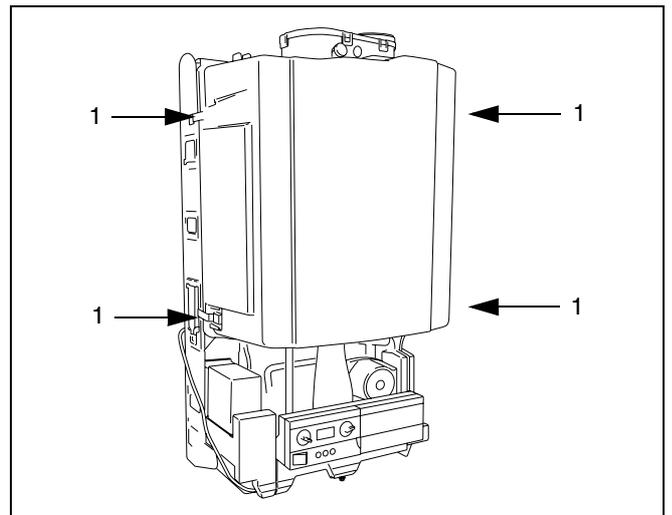

Abb. 35 Brennerhaube entfernen
- Schnellverschlüsse öffnen (Abb. 35, Pos. 1) und Brennerhaube entfernen.